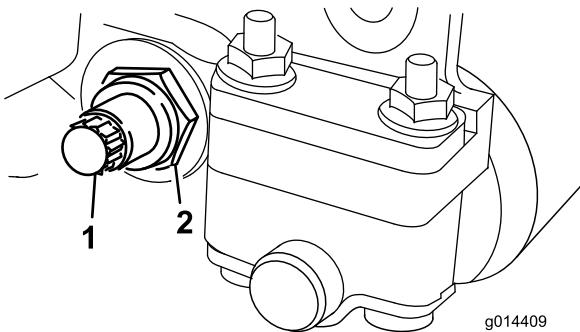

Figura 18
2. Afloje la tuerca de tensado del muelle hasta que el muelle deje de presionar la arandela contra la barra de asiento (Figura 18).
3. En cada lado de la máquina, afloje la contratuerca que fija el perno de la barra de asiento (Figura 18).